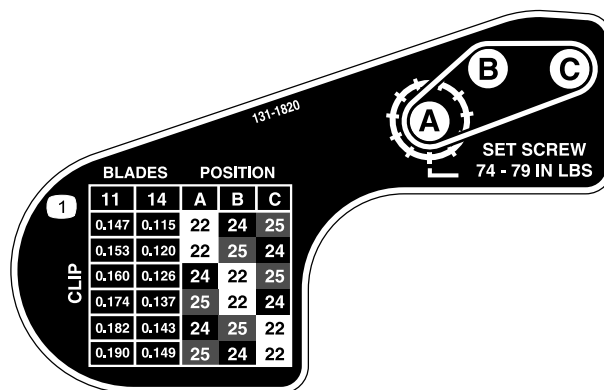

Рисунок 21
- Используя таблицу, приведенную на наклейке в Рисунок 21, определите нужную настройку срезания и какие шкивы необходимо переместить.
- Установите каждый шкив в новой конфигурации, как показано на наклейке (Рисунок 21).